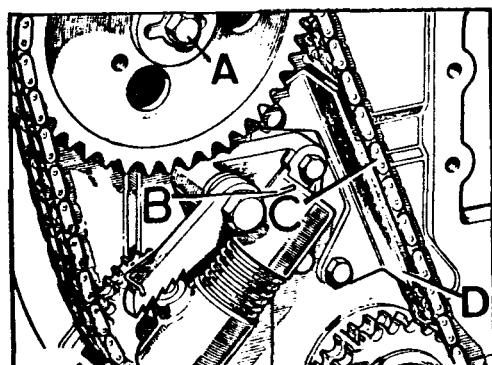

Fig. A1-J Montaje tensor hidráulico, patín y fijación engranaje árbol de levas
- 4.13. Montar la arandela de tope, freno y tornillo, A (Fig. A1-J) que fijan el engranaje del árbol de levas, dándole al tornillo un apriete de 3,75 a - 4,25 kgm. (para rosca de 3/8" UNF). Si la rosca fuera M.10 el par de apriete sería de 2,25 a 2,75 kgm. Una vez apretado el tornillo, frenarlo con su chapa.